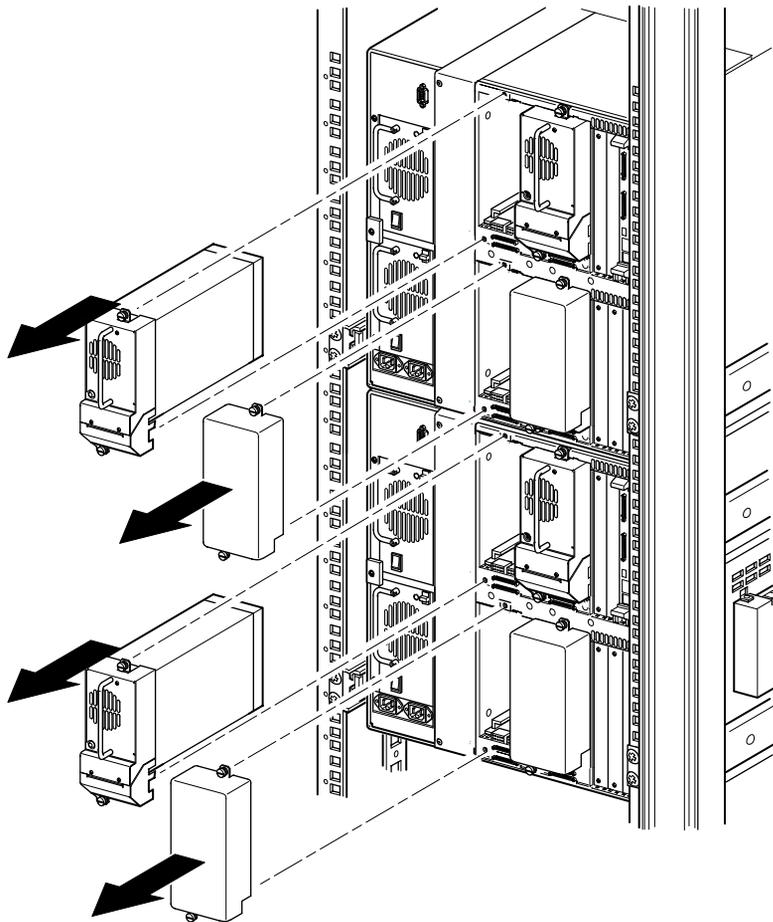

Figure 2-8. Accès aux compartiments d'unité 1 et 3 (MSL5052)
2. Retirez les obturateurs ou les sabots d'unité 1 et 3 des compartiments contigus aux ouvertures laissées par le cache de PTM de chaque librairie (voir la Figure 2-8).